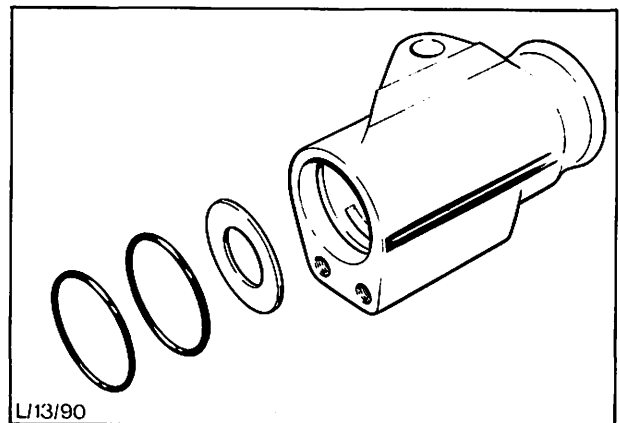

Abb. 35 Dichtungen und Stahlscheibe des Endgehäuses
29. Große Scheibe und die zwei O-Ringe in das Endgehäuse einsetzen, Abb. 35.